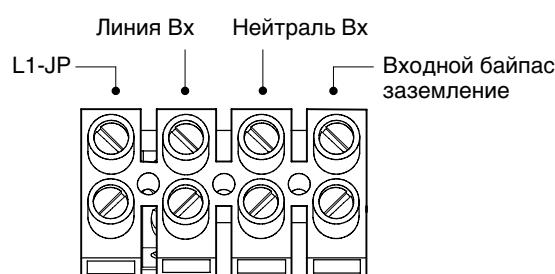

Рисунок 33. Входная клеммная колодка байпаса ИБП
- 10.** Подсоедините входной и заземляющий провода к входной клеммной колодке согласно рис. 33 и табл 2.